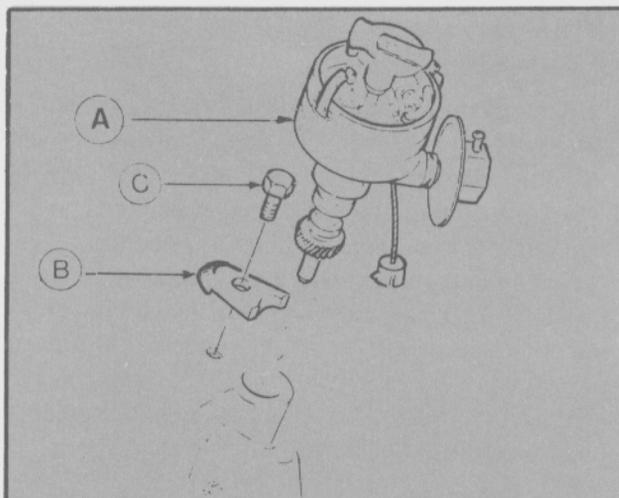

Fig. 25 - Desmontaje del distribuidor.
- Quitar el tornillo y la horquilla de fijación del distribuidor al bloque de cilindros; retirar el distribuidor (Fig. 25).